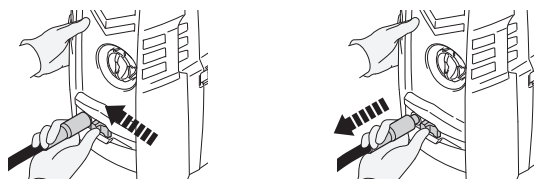

Fig. 26
10. Empurre o botão de libertação da mangueira de alta pressão e desligue a mangueira de alta pressão (15) da saída de água (4) puxando-a para fora (Fig. 26).